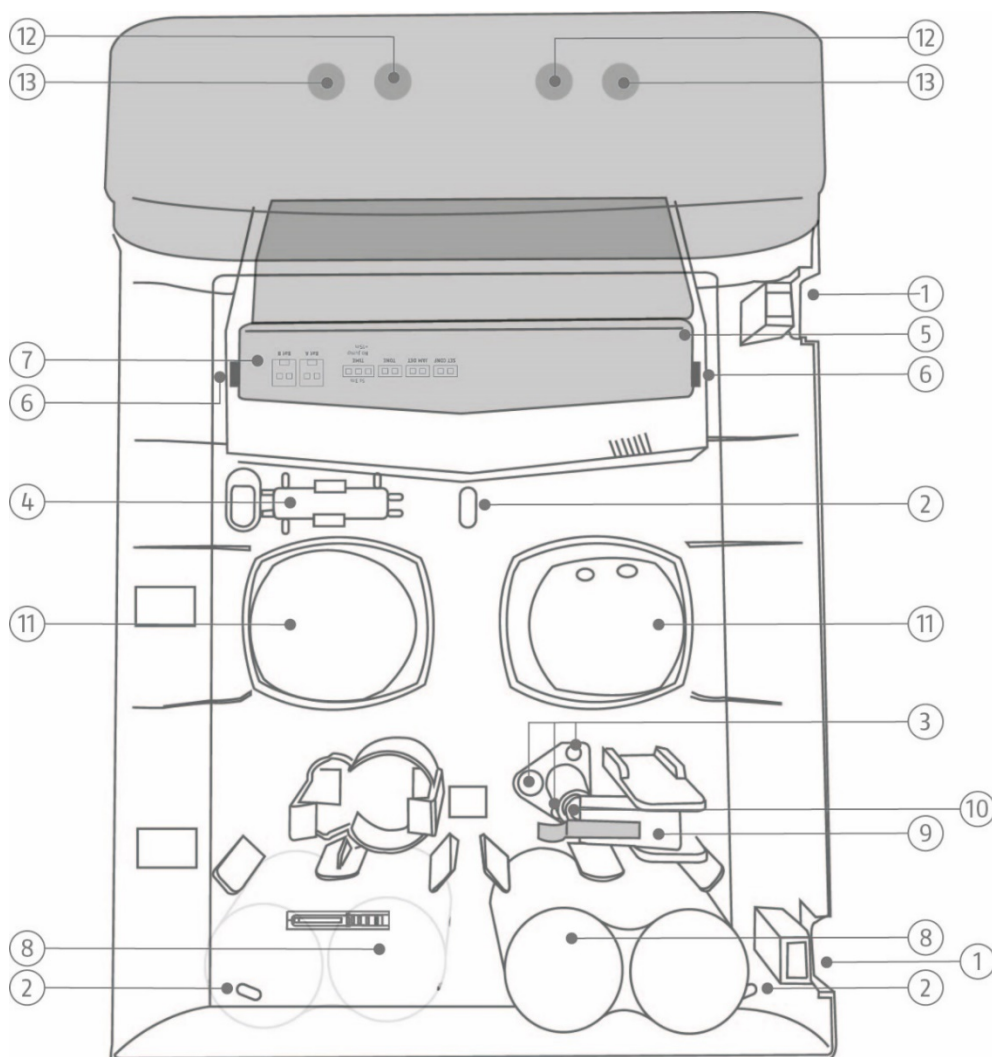

Abbildung 1: Überblick über die Sirene
- Öffnen Sie die zwei Abdeckungen für die zwei Deckel-Halteschrauben (siehe Abb. 1).
- Nehmen Sie die Brücken-/Anschlussabdeckung ab (siehe Abb. 1), indem Sie die beiden Haltetaschen (siehe Abb. 1) nach außen drücken und gleichzeitig die Abdeckung anheben.
- Betätigen Sie den Sabotageschalter (siehe Abb. 1).